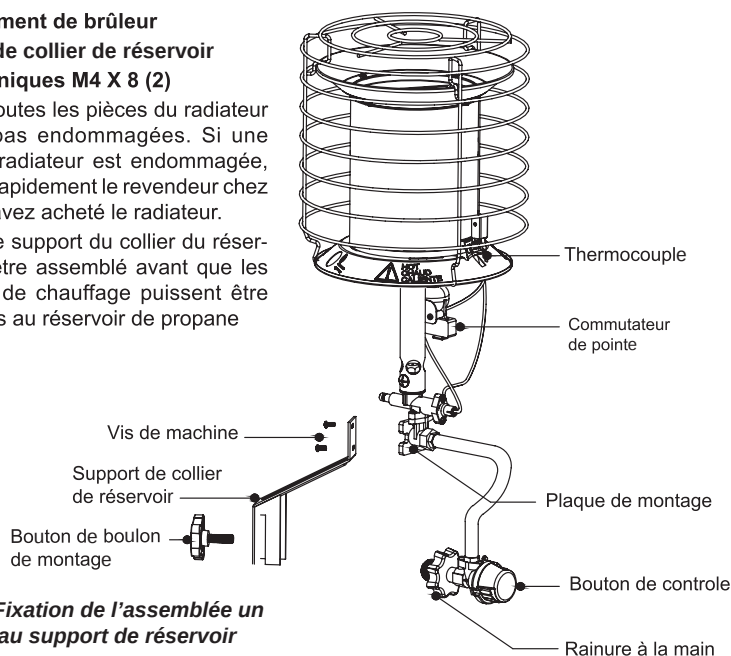

Figure 1 - Fixation de l'assemblée un brûleur au support de réservoir
6. Fixez le réchauffeur à la protection de la bouteille de propane comme illustré à la figure 1. Serrez le bouton sur le support du réservoir pour fixer le réchauffeur.